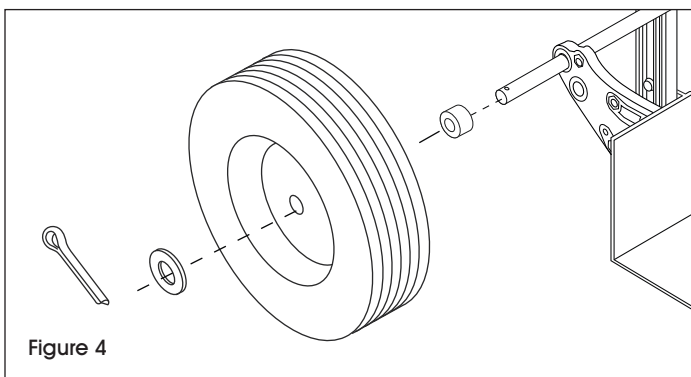

Figure 4
3. Enfilez une entretoise à chaque extrémité de l'essieu. Enfilez une roue à chaque extrémité de l'essieu. Enfilez une rondelle à chaque extrémité de l'essieu. (Voir Figure 4)
4. Insérez une goupille fendue dans le trou à chaque extrémité de l'essieu. Repliez les goupilles à l'aide de pinces afin de fixer les roues en place. Les roues doivent tourner librement. (Voir Figure 4)